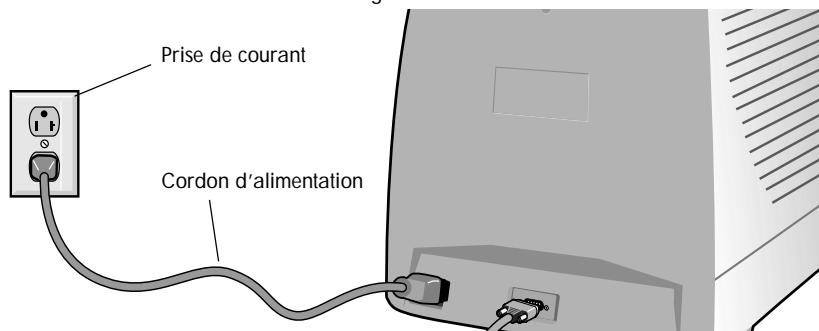

Figure C.1
4. Connecter une extrémité du cordon d'alimentation au moniteur AccuSync et l'autre extrémité à la prise de courant (**Figure C.1**).